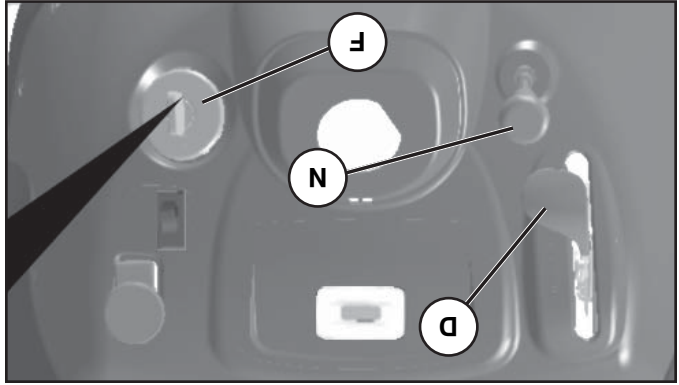

Fig. 18
(Voir la Fig. 18)
POUR UTILISER L'ÉTRANGLEUR (N) (Voir la Fig. 18)
- Pour EMBRAYÉE l'étrangleur (N), tirez du bouton. Poussez lentement le bouton pour dégager l'étrangleur.